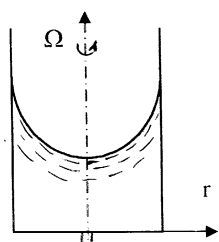

Рис. 7
4.1. Показать, как изменится расположение свободной поверхности, если вместо воды в сосуды поместить ртуть (рис. 7).